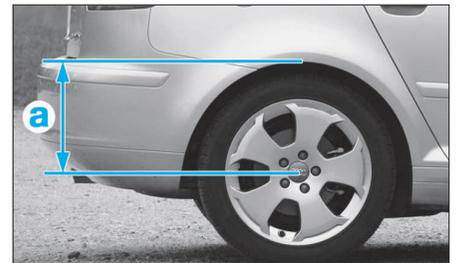
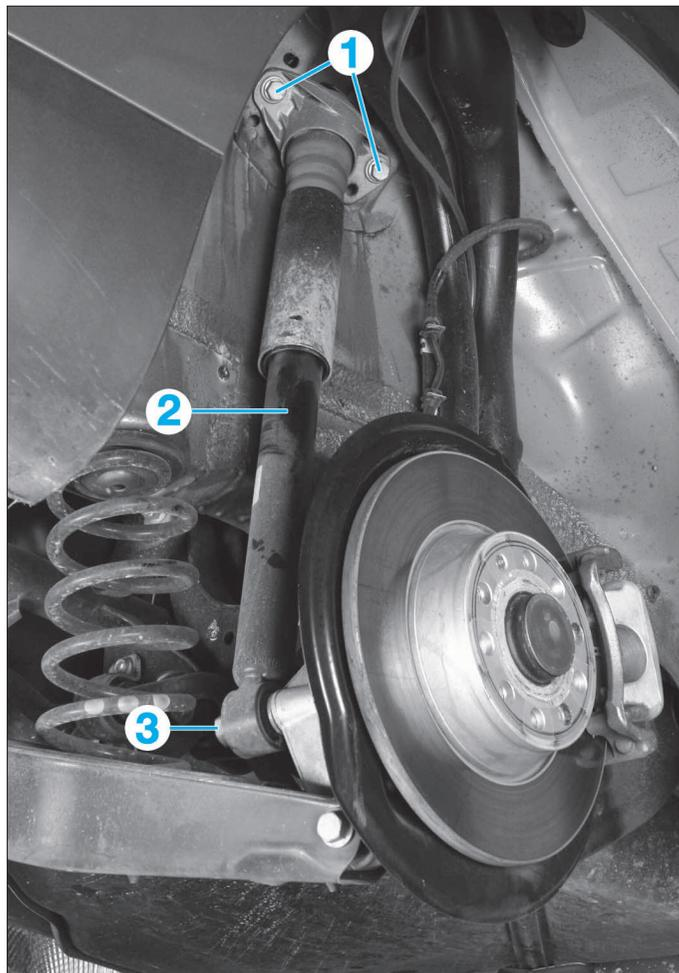

FIG. 12
FIG. 13
Avant d'intervenir, mesurer la distance (a) comprise entre le bord inférieur de l'aile et le centre de la roue à déposer, véhicule à vide (Fig.12). Noter la cote mesurée, elle sera nécessaire lors du serrage de la fixation inférieure de l'amortisseur sur le porte-moyeu.
- les vis de fixation supérieure (1) de l'amortisseur (2) (Fig.13).
- la vis de fixation inférieure (3) de l'amortisseur.
- positionner l'amortisseur puis serrer les vis neuves de fixation supérieure et préserrer la fixation inférieure (3).
- réaliser un montage sous le porte-moyeu ou utiliser un vérin d'organes fixé sur le moyeu à l'aide d'une vis de roue, et soulever le porte-moyeu pour l'amener à la cote (a) (Fig.12) mesurée avant la dépose puis serrer la vis de fixation inférieure de l'amortisseur.
Avant d'intervenir, mesurer la distance (a) comprise entre le bord inférieur de l'aile et le centre de la roue à déposer, véhicule à vide (Fig.12). Noter la cote mesurée, elle sera nécessaire lors du serrage des fixations du bras.